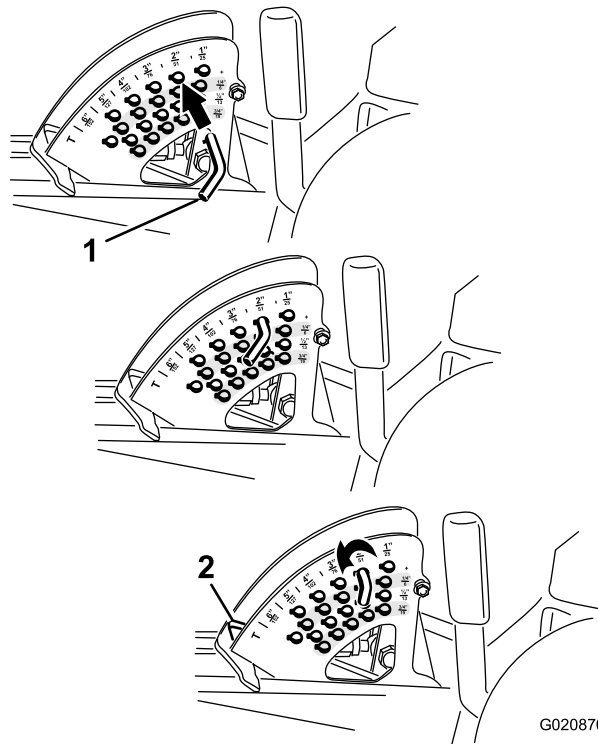

Bild 20
Hinweis: Wenn Sie das Mähwerk in der angehobenen Stellung arretieren möchten, heben Sie das Mähwerk über die 15-cm-Stellung an, nehmen Sie den Schnitthöhenanschlagstift ab und setzen Sie den Stift in die 15-cm-Schnitthöhenstellung ein (Bild 20).
2. Drehen Sie zum Einstellen den Anschlagstift so lange, bis die Linien am Spannstift mit den Schlitzern in den Löchern in der Schnitthöhenhalterung ausgerichtet sind. Nehmen Sie ihn dann ab (Bild 20).
3. Wählen Sie ein Loch in der Schnitthöhenhalterung, das der gewünschten Schnitthöhe entspricht, stecken Sie den Stift ein und drehen Sie ihn ein, um ihn zu arretieren (Bild 20).
Hinweis: Es gibt vier Reihen der Lochpositionen (Bild 20). Die oberste Reihe ergibt die Schnitthöhe, die über dem Stift steht. Die zweite Reihe ergibt die Schnitthöhe plus 6 mm. Die dritte Reihe ergibt die Schnitthöhe plus 12 mm. Die unterste Reihe ergibt die Schnitthöhe plus 18 mm. Für die Stellung von 15,2 cm gibt es nur ein Loch, das in der zweiten Reihe ist. Mit diesem Loch werden nicht 6 mm den 15,2 cm hinzugefügt.